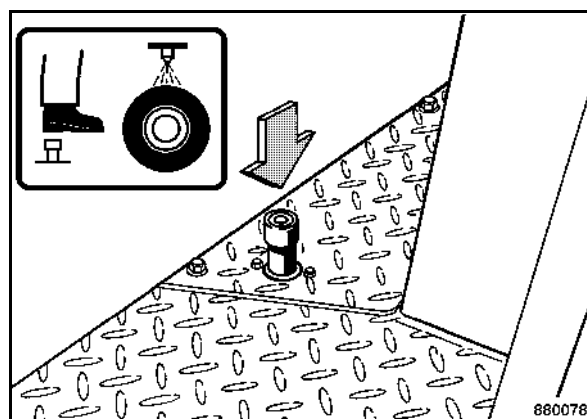

fig. 75
- Appuyer sur l'interrupteur au pied (fig. 75).